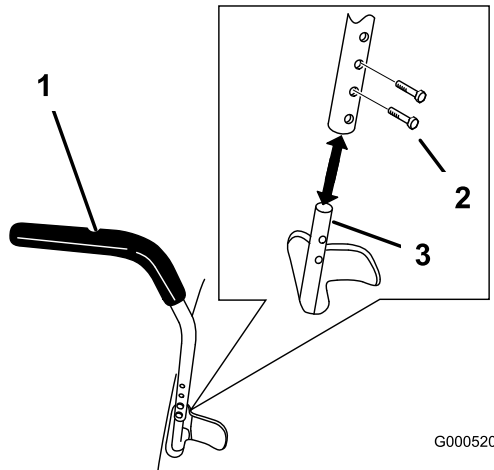

Figura 22
1. Togliete i due bulloni che fissano la leva di comando all'albero del braccio di controllo (Figura 22).
2. Spostate la leva di comando nella serie di fori successiva. Fissate la leva con i due bulloni (Figura 22)